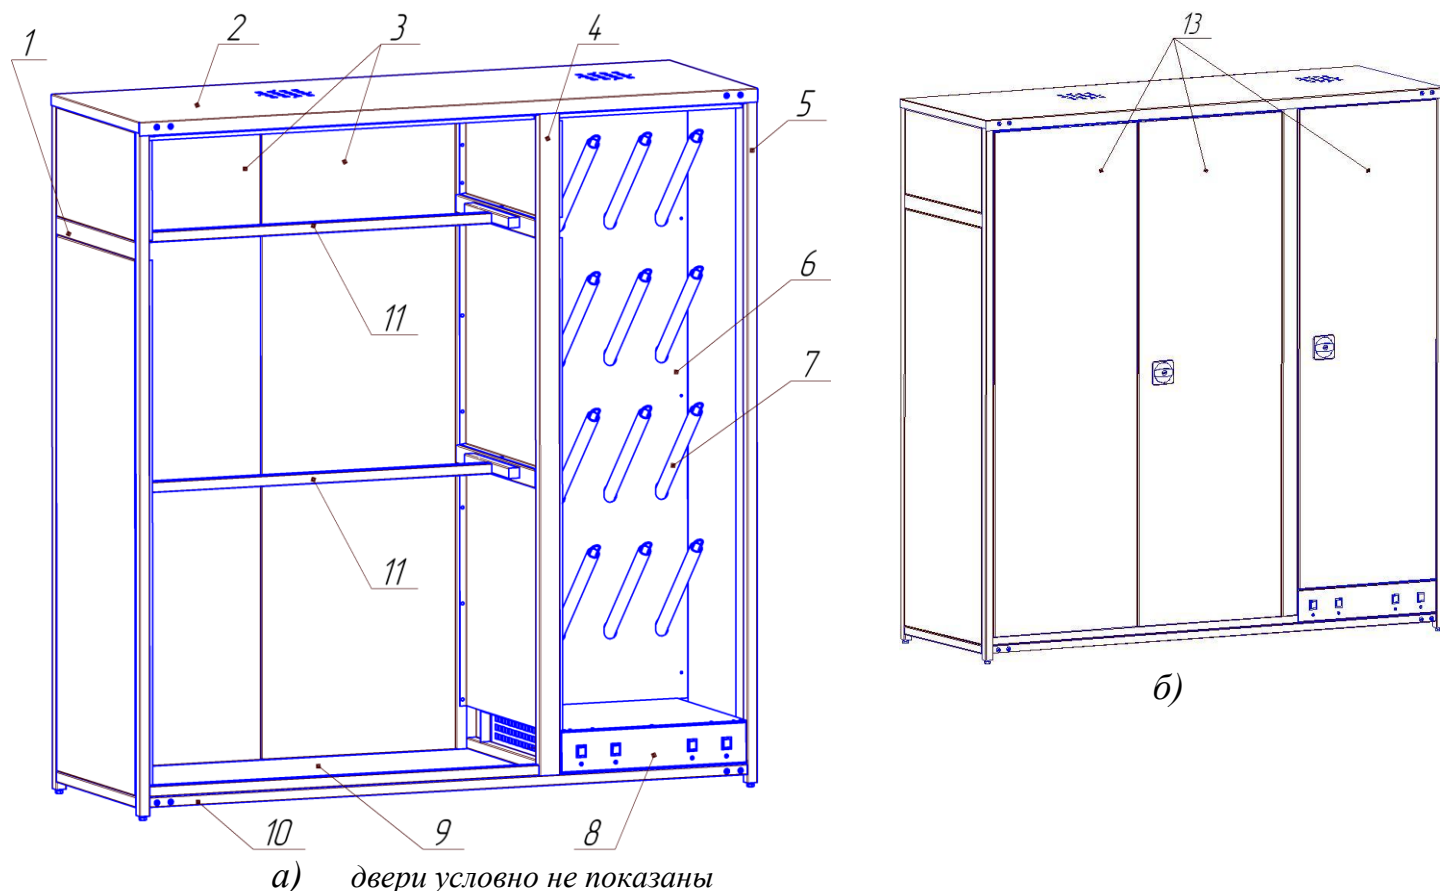

Рис. 1 Шкаф сушильный RANGER 8 Б в сборе
- 3.1 Шкаф сушильный (рис.1) представляет собой металлический корпус, состоящий из двух внешних (поз.1 и 5) и одной внутренней (поз.4) (разделяет шкаф на два отделения) рам, с зафиксированными на них стенками, поперечин (поз.10), соединяющих рамы, крышки (поз.2), дна (поз.9), панели для установки патрубков (поз.6), задних стенок (поз.3) и трех дверей (поз.13), которые запираются на два ригельных замка.